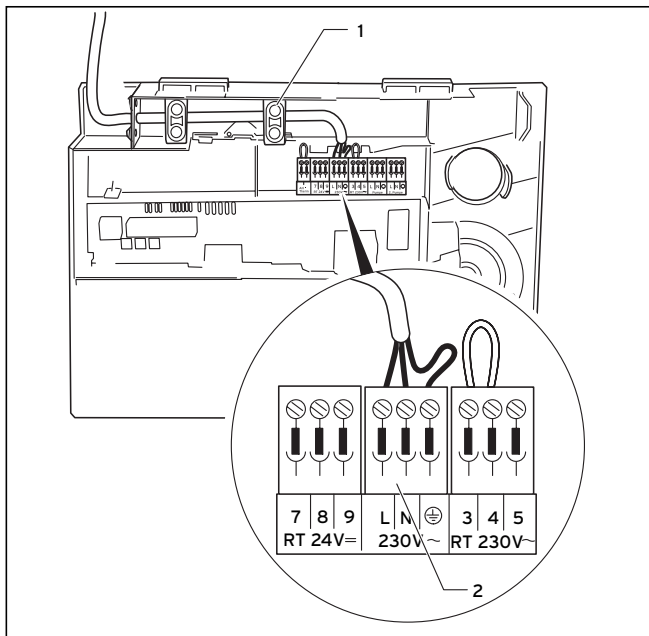

Abb. 5.4 Anschluss der Netzzuleitung
- Verlegen Sie die Netzzuleitung zur Anschlussebene im Schaltkasten wie in Abbildung 5.4 gezeigt.
- Sichern Sie die Leitungen mit der Zugentlastung (1).